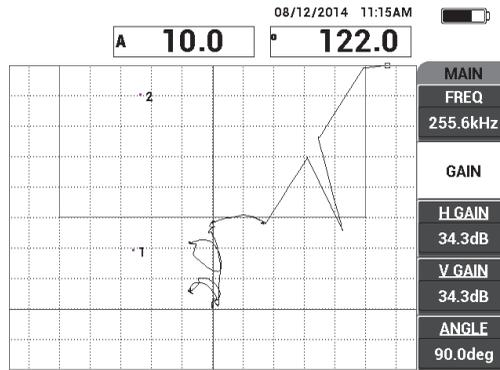

Abbildung 6-42 Geänderte VERST. für höheren Punkt
11. Ändern Sie **VERST.** (Funktionstaste B), um den höheren Punkt auf ca. 90 % der Bildschirmhöhe einzustellen (siehe Abbildung 6-42 auf Seite 165).